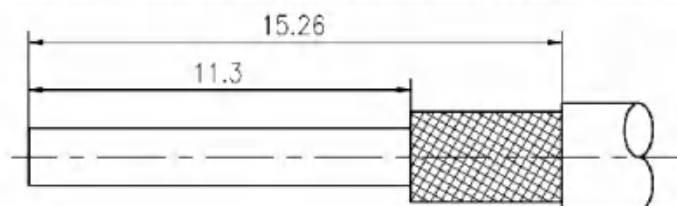

图 4.1-8
①按图 4.1-8 所示剥开电缆, 末端面必须切割干净并与电缆的轴向面垂直。切割时, 电缆不能变形。